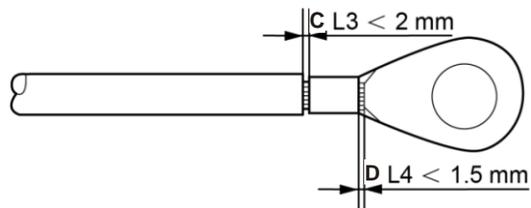

Figura 5.13 Descascar o fio
4. Insira o fio descascado na área de crimpagem do terminal do cabo OT e use o dispositivo de pressão hidráulica para crimpar o terminal no fio (veja a Figura 5.13).